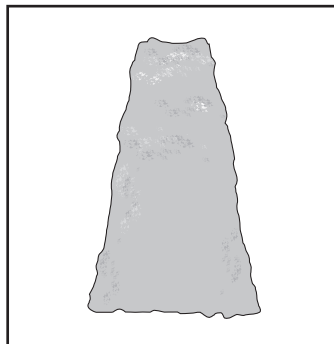

Fig. 10
**NOTĂ:** La crearea conturului, se recomandă obținerea unei forme trapezoidale (Fig. 10). O tăiere trapezoidală corespunde dezvoltării naturale a plantelor și are drept rezultat o creștere optimă a gardului viu, deoarece va expune partea de jos la mai multă lumină.